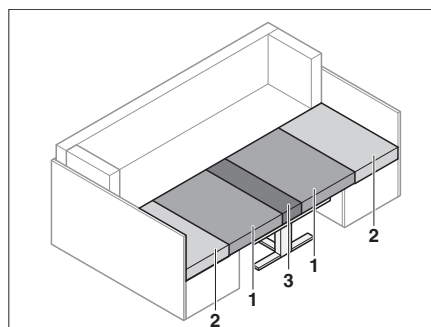

Fig. 69 Dopo la trasformazione
- Togliere i cuscini dello schienale (Fig. 69,2).
- Tirare i cuscini del divano (Fig. 69,1) verso il centro.
- Mettere i cuscini dello schienale (Fig. 69,2) tra i cuscini del divano (Fig. 69,1) e la parete esterna.
- Posizionare il cuscino aggiuntivo (Fig. 69,3) tra i cuscini del divano (Fig. 69,1) sul tavolo.